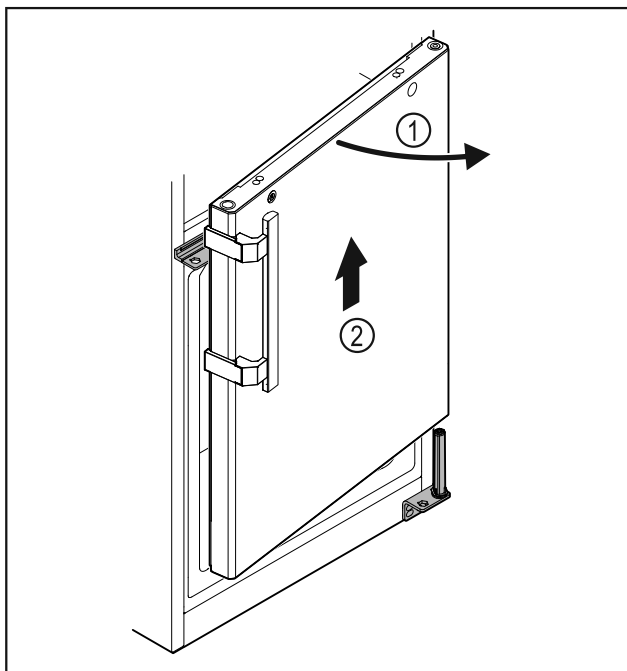

Fig. 28
- ▶ Deschideți ușor ușa Fig. 28 (1), ridicați aproximativ 200 mm drept în sus și detașați-o Fig. 28 (2).